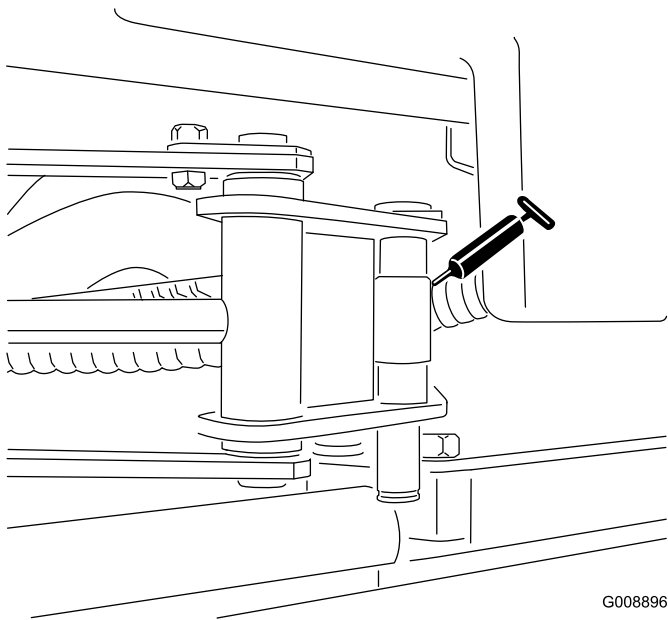

Bild 52
- SideWinder-Zylinderenden (2; nur Modell 03171) (Bild 52)